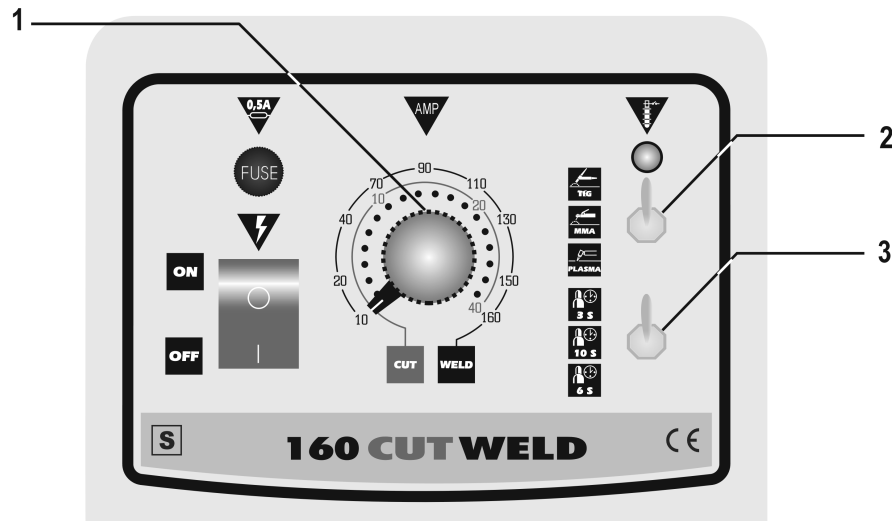

fig.5
- A – Sélectionner mode de soudage TIG dans le sélecteur MMA/TIG (2-fig.5).
- B – Régler le courant de soudage (10-160A) avec le bouton de réglage du courant de soudage (1-fig.5).
- C - Sélectionner le temps de post-gaz (3-fig.5) de 3, 10, et 6 secondes pour refroidissement de la torche au final du travail de coupage.